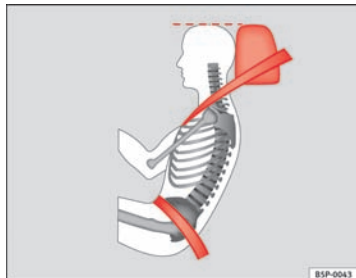

Fig. 13 Sangle bien ajustée et appui-tête correctement réglé (vue de côté)
- La sangle sous-abdominale de la ceinture de sécurité doit passer devant le bassin, jamais sur le ventre. La ceinture de sécurité doit s'appliquer bien à plat sur le bassin et l'enserrer fermement ⇒ fig. 13. Le cas échéant, resserrez légèrement la sangle.